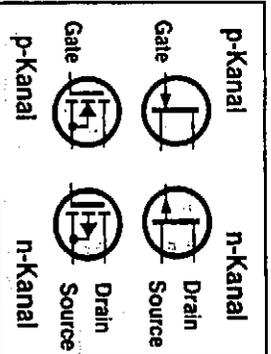

Bild 13: Isolierschicht- (oben) und Sperrschicht-FETs (unten).
■ Beim CA3140 ist man noch einen Schritt weiter gegangen und hat in der Eingangsstufe zwei Feldeffekttransistoren spendiert (Bild 13). Das schafft Eingangswiderstände im Bereich von  $10^{12} \Omega$  (Teraohm), was wesentlich mehr ist als manche gute Isolation! Diesen Weg sind auch die Entwickler der Firma Texas-Instruments beim TL080/081 gegangen.